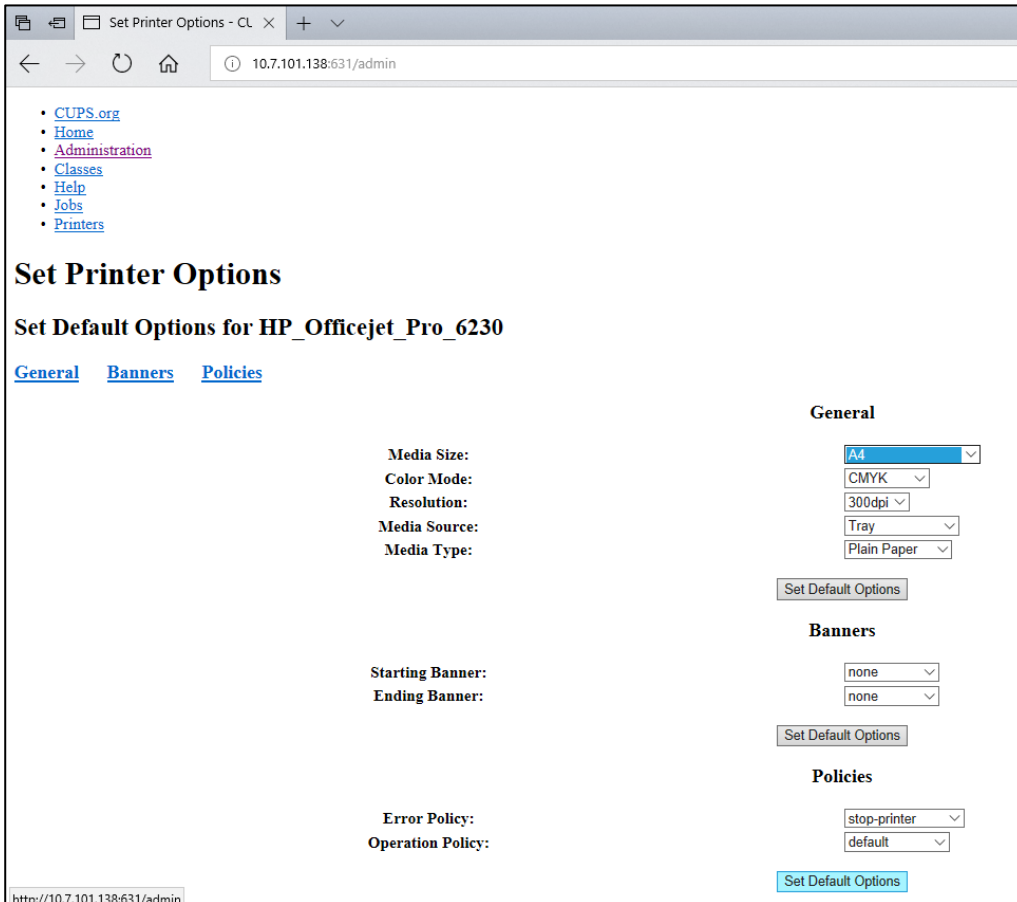

Abbildung 103: Auswahl des richtigen Medienformats.
7. Wählen Sie das korrekte Media Size (Medienformat) (z. B. „A4“) aus, da einige Drucker nicht drucken, wenn das Papierformat falsch eingestellt ist. Speichern Sie anschließend die Auswahl, indem Sie auf Set Default Options (Standardoptionen festlegen) (Abbildung 103) drücken.